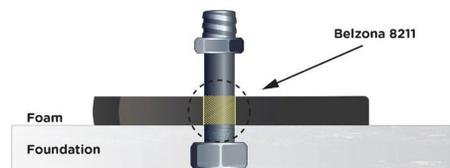

Figura 3: Aislamiento de los pernos con Belzona 8211
- Aísle los pernos para evitar el contacto con el material **Belzona 7111** una vez que se haya vertido. Para hacerlo, utilice cinta adhesiva o aislamiento para tubos, o simplemente imprégnelos con **Belzona 8211**, como se muestra en la Figura 3.